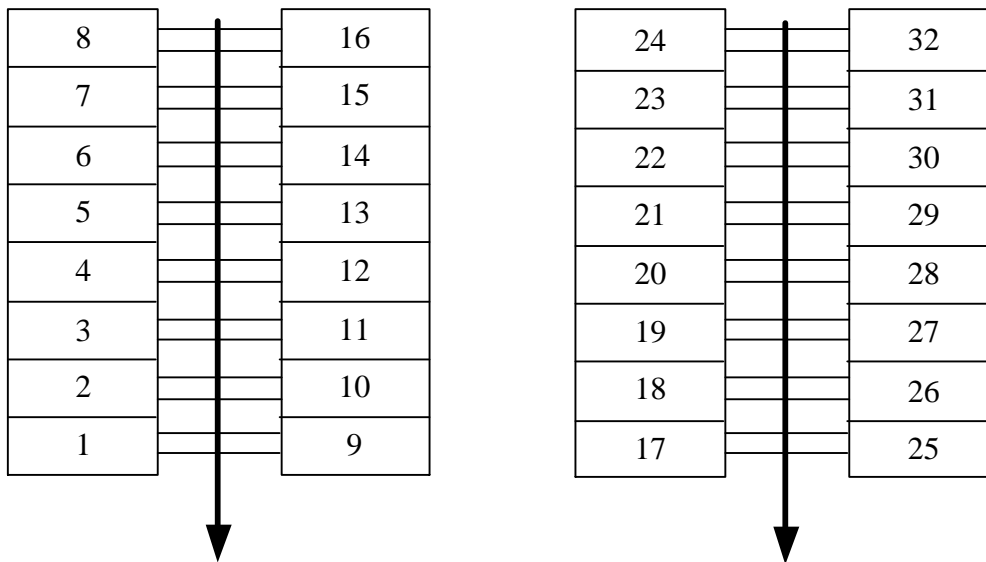

Рис. 22. Схема під'єднання бінарних виходів Пристрою до зовнішніх кіл
8.18. Під'єднати контакти вихідних реле Пристрою до кіл вимкнення вимикачів приєднань, якщо Пристрій буде діяти на вимкнення, або до кіл зовнішньої сигналізації у разі дії Пристрою на сигнал. За характером це "сухі" контакти. Схема під'єднання Пристрою до кіл вимкнення (сигналізації) наведена на рис. 22. Під'єднання необхідно виконати за допомогою двосторонніх клемників, розміщених в середині Пристрою. Кабелі до кіл вимкнення (сигналізації) підвести в середину Пристрою через перехідну втулку Х4. Всього клемник має 16 пар контактів. В Пристрої може бути 16 або 32 реле з "сухими" контактами. Конфігурація (прив'язка реле до відповідних приєднань та час замкненого стану контактів) здійснюється за допомогою програми ALTRA CONNECT.